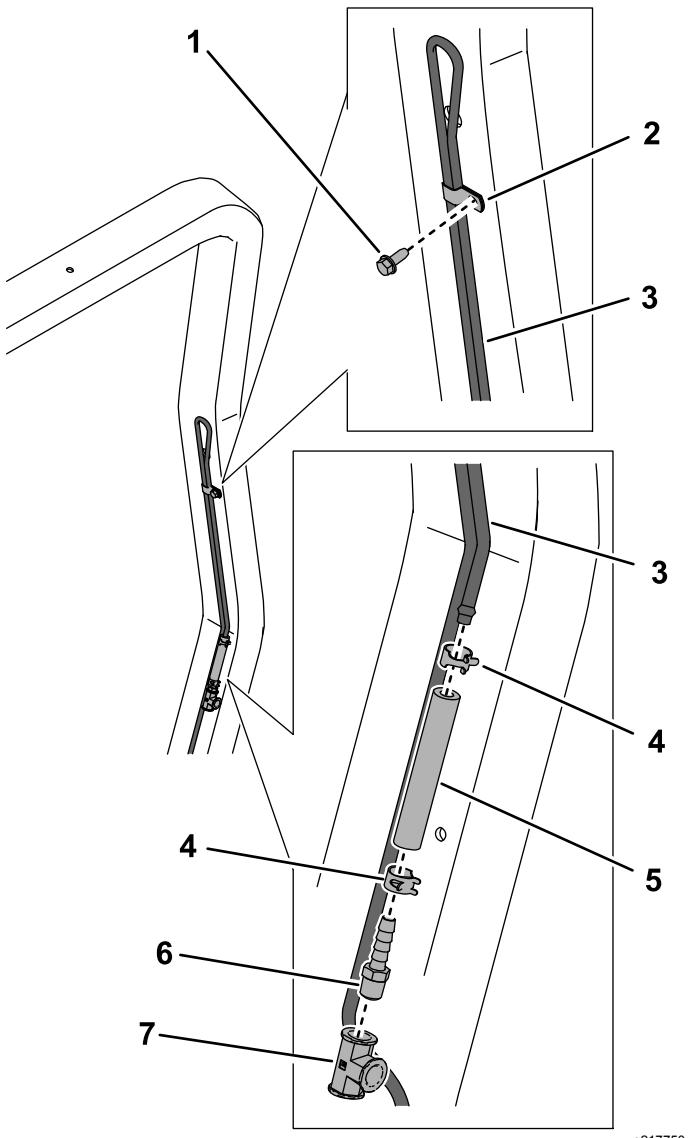

Figura 7
- Instale el tubo de ventilación de combustible en el lado izquierdo de la barra antivuelco usando la abrazadera en R pequeña y el perno ($\frac{1}{4}$ " x $5\frac{1}{8}$ "), como se muestra en la Figura 7. Apriete los pernos a $10.17 - 12.43$ N·m (90 – 110 pulgadas-libra).
- Conecte una manguera (3") al tubo de ventilación de combustible con una abrazadera ($\frac{1}{2}$ "), como se muestra en la Figura 7.
- Conecte la manguera al acoplamiento en T usando un acoplamiento recto y una abrazadera ($\frac{1}{2}$ "), como se muestra en la Figura 7.